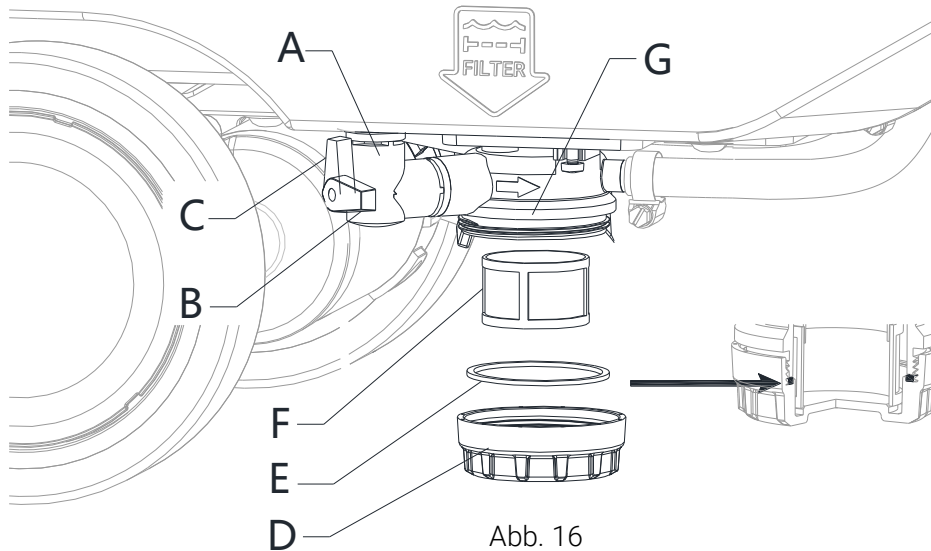

Abb. 16
3. Den Hahn der Reinigungslösung (A, Abb. 16) schließen. Der Hahn ist geschlossen, wenn er sich in der Stellung (B) befindet, und er ist geöffnet, wenn er in der Stellung (C) ist.
4. Die Filterdeckung (D) und Dichtung (E) abnehmen und Siebfilter (F) entfernen. Mit Wasser waschen und abspülen, dann wieder sorgfältig am Filterhalter (G) befestigen.